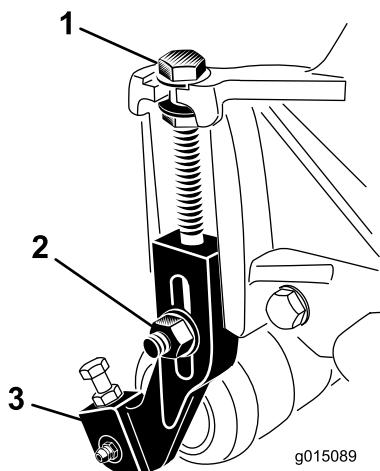

Figure 17
- Desserrez les contre-écrous qui fixent les supports de hauteur de coupe aux plaques latérales de l'unité de coupe (Figure 17).